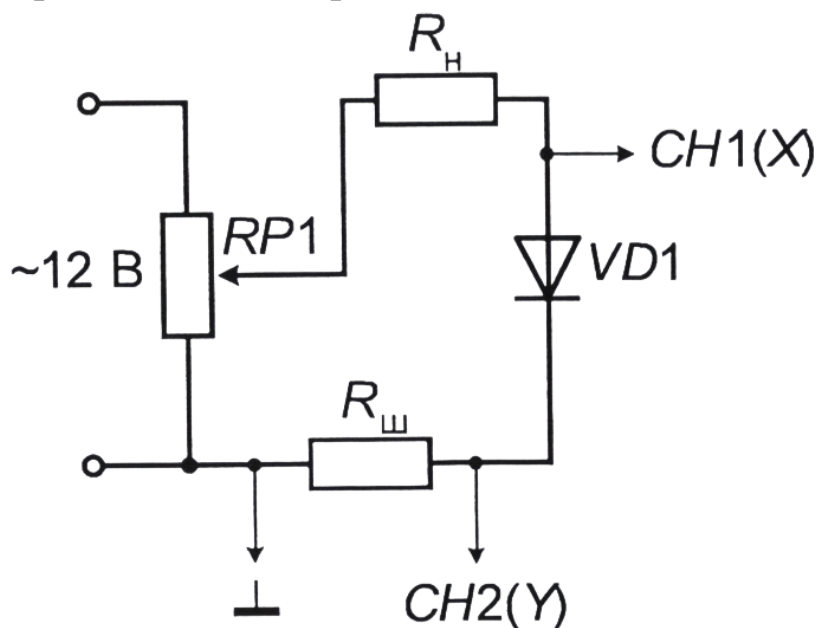

Рис. 5.3. Схема для исследования выпрямительного диода на переменном токе
Собрать схему для исследования выпрямительного диода на переменном токе с целью получения ВАХ диода на экране осциллографа (рис. 5.3). Вход CH2(Y) осциллографа подключить к шунту R (гнездо X13), а корпус осциллографа «1» соединить с гнездом X12. Вход CH1(X) осциллографа подключить к гнезду X3. При этом переключатель развертки осциллографа должен быть переведен в положение X/Y. Подать питание – переключатель SA1 установить в положение «—». Светящуюся точку на экране осциллографа поместить в начало координат. Вращать ручку потенциометра RP1 до положения «5». Зарисовать ВАХ диода. Определить масштабы по току и напряжению. После выполнения эксперимента перевести переключатель SA1 в положение «Выкл». Ручку потенциометра RP1 установить в положение «0».
Собрать схему выпрямителя (рис. 5.3) – это не потребует никаких переключений на модуле. Переключатель развертки осциллографа перевести на временную развертку. Установить синхронизацию от сети. На экране осциллографа Вы увидите осциллограммы анодного тока i_a и напряжения на диоде u_a